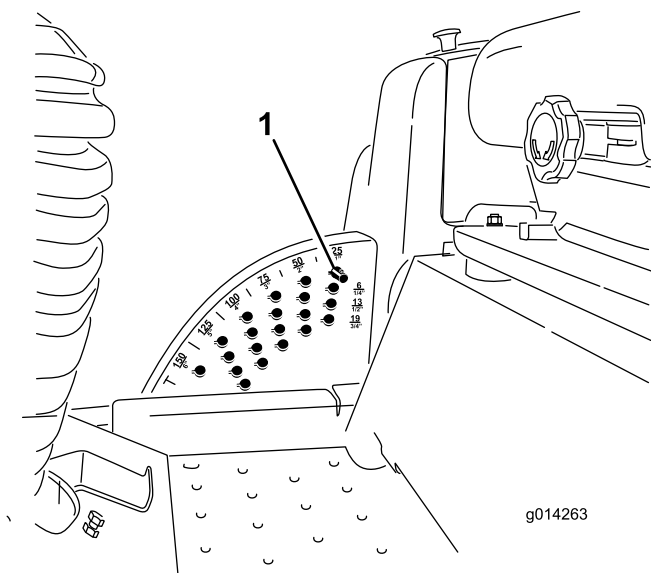

Figure 16
**Remarque:** Pour bloquer le plateau de coupe en position relevée, levez le plateau au-delà de la position 15 cm, retirez la goupille de butée de hauteur de coupe (voir Réglage de la hauteur de coupe), et placez-la à la position 15 cm (Figure 16).
1. Lorsque le moteur tourne, repoussez la commande de relevage plateau de coupe en arrière jusqu'à ce que le plateau soit complètement relevé et **relâchez immédiatement la commande** (Figure 16).
2. Pour régler la hauteur de coupe, tournez la goupille de butée jusqu'à ce que la saillie s'aligne sur les fentes dans les trous du support de hauteur de coupe et déposez-la (Figure 16).
3. Placez la goupille dans le trou du support correspondant à la hauteur de coupe voulue et tournez-la pour la verrouiller en place (Figure 16).
**Remarque:** Il y a quatre rangées de trous (Figure 16). La première rangée donne la hauteur de coupe indiquée au-dessus de la goupille. La deuxième rangée donne la hauteur indiquée plus 6 mm. La troisième rangée donne la hauteur indiquée plus 12 mm. La dernière rangée donne la hauteur indiquée plus 18 mm. Un seul trou, situé dans la deuxième rangée, correspond à la hauteur 15,8 cm. Il n'ajoute pas 6 mm à la hauteur de 15,8 cm.